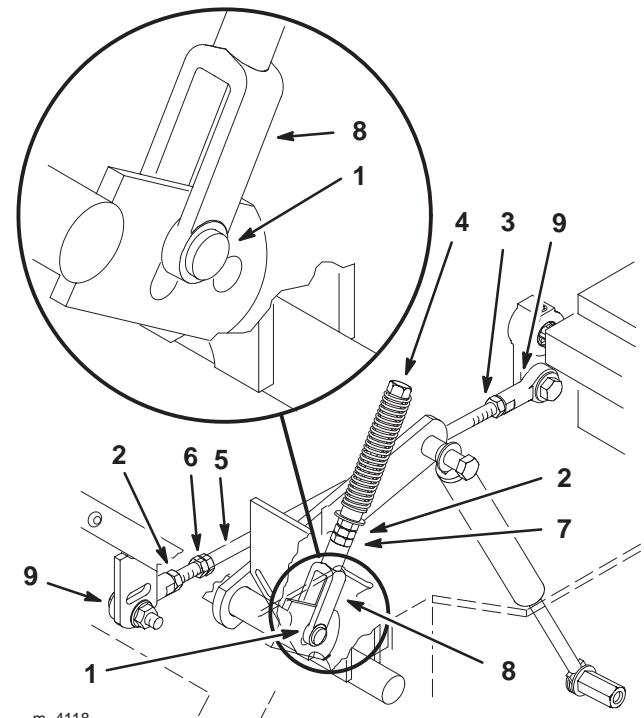

Figure 45
4. Tirez-le ensuite en arrière jusqu'à ce que l'axe de chape (situé sur le bras au-dessous de l'axe de pivot) touche l'extrémité de la fente (c.-à-d. commence juste à appuyer sur le ressort) (Fig. 45).
6. Si un réglage s'impose, desserrez l'écrou et l'écrou de blocage vissés contre la chape (Fig. 45).
8. Serrez l'écrou et l'écrou de blocage (Fig. 45).
1. Desserrez les contre-écrous sur les rotules de la tige de commande de la pompe (Fig. 45).
3. Réglez la longueur de la tige de pompe en tournant les doubles écrous dans le sens voulu, jusqu'à ce que la roue soit immobilisée ou tourne légèrement en marche arrière (Fig. 45).
6. Serrez les écrous contre les rotules (Fig. 45).